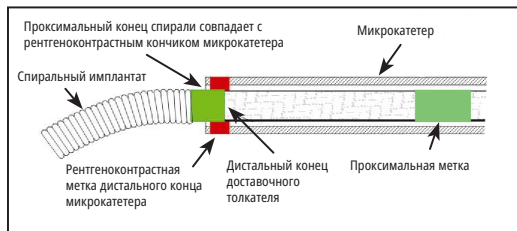

Рис. 4. Расположение кольцевых меток для отсоединения
30. Продвигайте спираль в нужное место до тех пор, пока рентгеноконтрастная метка на доставочном толкателе не совпадет с рентгеноконтрастной меткой дистального конца микрокатетера или не окажется немного дистальнее ее. Причем зона отсоединения должна быть расположена непосредственно за кончиком микрокатетера. См. рис. 4.